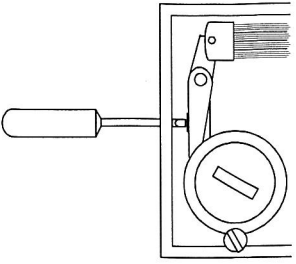

Fig. 1
3. Tournez le bouton de consigne jusqu'à ce que vous trouviez le point de basculement. Si la valeur du point de basculement est supérieure à la valeur réelle mesurée, la vis de calibrage doit être vissée dans le sens horaire. Si la valeur du point de basculement est inférieure à la valeur mesurée, la vis doit être vissée dans le sens antihoraire. La vis d'étalonnage est accessible par les fentes situées à l'extrémité inférieure de l'hygrostat à l'aide d'un tournevis étroit. Voir fig. 1. Réglez la vis d'étalonnage jusqu'à ce que l'interrupteur bascule lorsque le bouton de consigne est réglé sur l'humidité réelle mesurée.